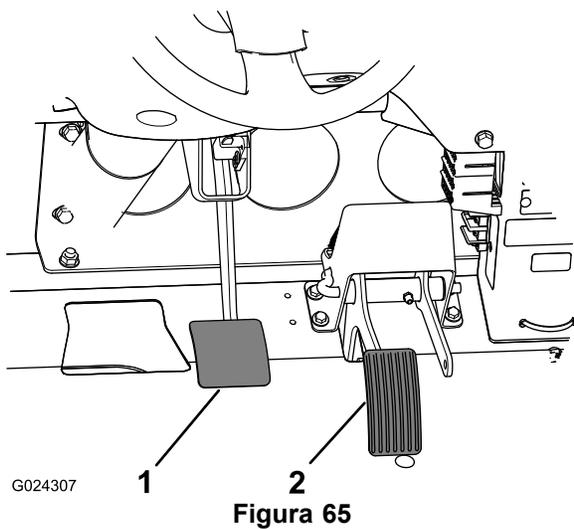

Figura 65
2. Levante o pedal de travão (Figura 65) até que este entre em contacto com a estrutura.
3. Desaperte as porcas de retenção que fixam a culatra ao eixo do cilindro principal (Figura 65).